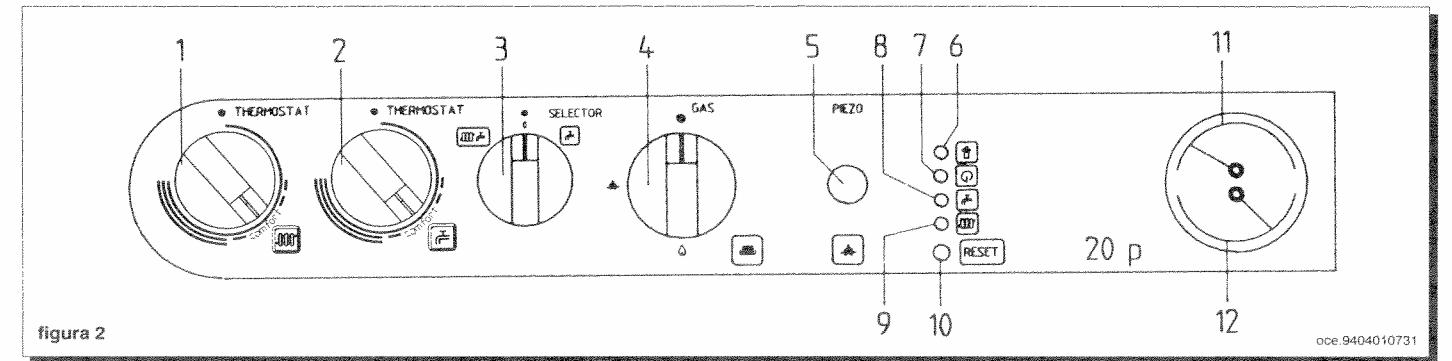

figura 2
per la figura 2: premere e ruotare la manopola (4) in posizione (*); premerla a fondo ed agire contemporaneamente sull'accenditore piezoelettrico (5). Con pilota acceso attendere almeno 15-20 secondi affinché la fiamma riscaldi regolarmente la termocoppia, e poi rilasciare la manopola (4) (ripetere l'operazione nel caso di spegnimento della fiamma pilota); ruotare quindi la manopola (4) in posizione di funzionamento (Δ) esercitando una leggera pressione;
5) agire sulle manopole dei dispositivi di regolazione della temperatura del circuito di riscaldamento (1) e dell'acqua calda sanitaria (2) in modo da accendere il bruciatore principale.
para la figura 2: presionar y hacer girar el botón (4) en posición (*); presionarlo completamente y, al mismo tiempo, obrar sobre el encendedor piezoeléctrico (5). Con piloto encendido esperar por lo menos 15-20 segundos de modo que la llama caliente regularmente el termopar; luego dejar el botón (4) (repetir la operación en el caso de apagamiento de la llama piloto); hacer girar el botón (4) en posición de funcionamiento (Δ) ejerciendo una ligera presión;
5) obrar sobre los botones de los dispositivos de regulación de la temperatura del circuito de calefacción (1) y del agua caliente sanitaria (2) para encender el quemador principal.